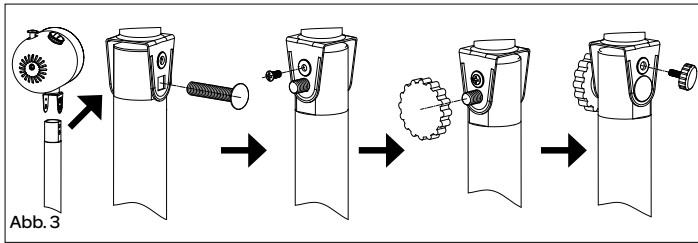

Abb. 3
3. Positionieren Sie das Motorteil auf dem Stativ und befestigen Sie es mit den Schrauben wie in den Zeichnungen dargestellt - Abb. 3.